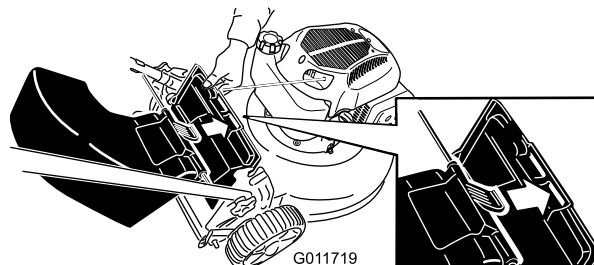

Figura 17
3. Introduzca la pestaña del deflector de descarga trasera en la ranura derecha del deflector trasero (Figura 17).